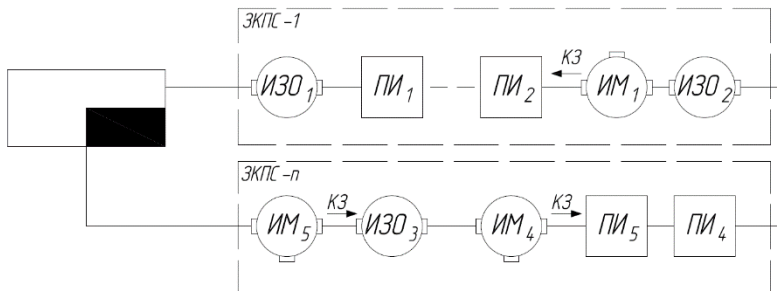

Рисунок 2 – Схема структурная включения ИМ-Ех-П в кольцевую АЛС для имитации обрыва и КЗ между ЗКПС
8.2 Размещение ИМ-Ех-П в четырехпроводной АЛС для имитации обрыва и КЗ между ЗКПС (рисунок 2).